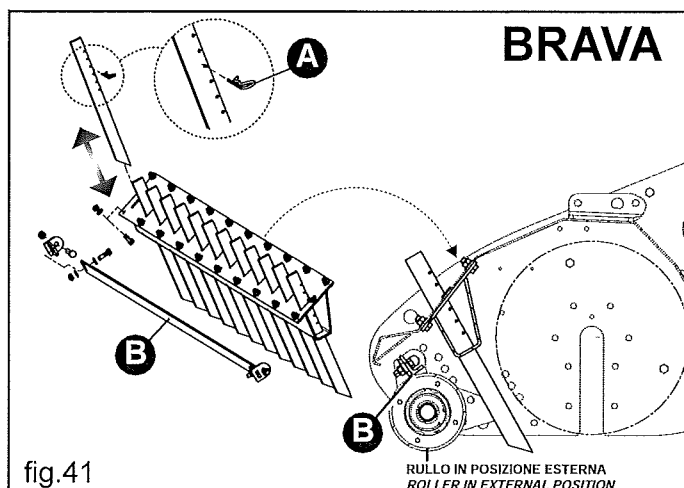

fig.41
- Fäst satsen efter att ha frigjort hålen och säkra med hjälp av de särskilt ämnade muttrarna och skruvarna. (Se fig.41)
- Ta loss låssprinten (A fig.41) från tanden.
För monteringen av satsen med uppsamlingsklorna ska den bakre valsens befinnas i det yttre läget, följaktligen måste du montera även lerskrapan (B fig.41).